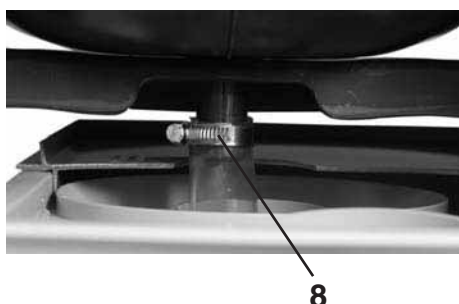

Fig. 29
9. Allentare un poco la staffa del tubo flessibile (8, fig. 29) e spingerla verso l'alto. Stringere saldamente la staffa del tubo flessibile (il collegamento deve essere ermetico).